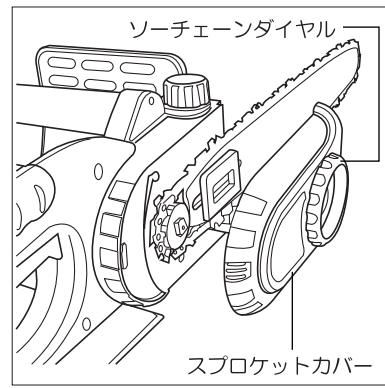

図7
- ソーチェーンダイヤルの組付けられているスプロケットカバーを外してください。(図7参照)